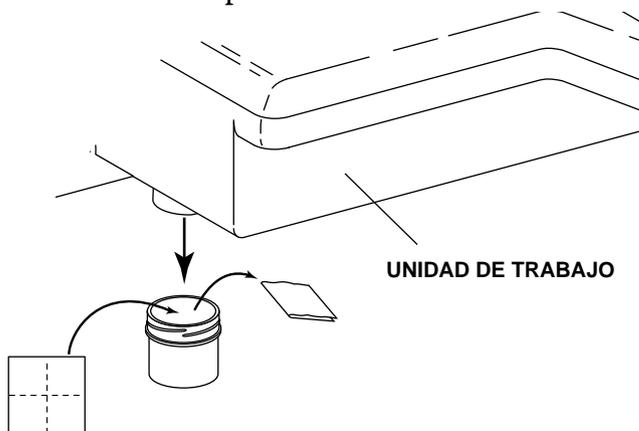

Figura 10. Colector de aceite
1. Extraiga el recipiente del colector de aceite de la unidad y deseche la vieja almohadilla de gasa (véase la figura 10).